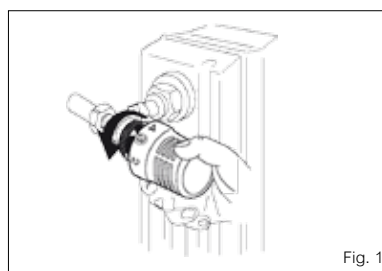

Fig. 1
**Fig. 1** - Ruotare la manopola dell'attuatore in modo da portare l'indicatore in corrispondenza del valore massimo desiderato. Dalla Fig.1 si rileva: Pos.3 = 20 °C